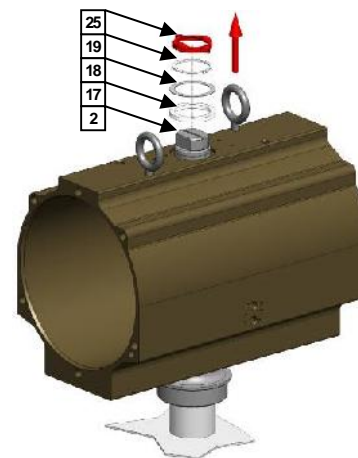

Fig.11
11. Togliere l'indicatore( 25 ) dalla sede sul pignone( 2 ),togliere l'anello seeger ( 19 ), la rondella pignone ( 18 ), l'anello distanziale ( 17 ) Fig. 11 ;